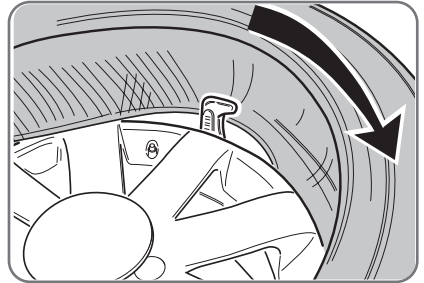
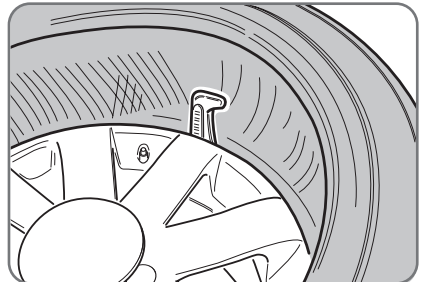

Fig. 6.45
Fig. 6.46
- Den Reifenbereich leicht nach unten gedrückt halten, wobei der untere Wulst noch nicht in die Felge eingefügt ist, dann auf das Pedal (Abb.6.45) drücken, um die Drehung bis zum vollständigen Einfügen des ersten Wulstes (Abb.6.46) zu beginnen.